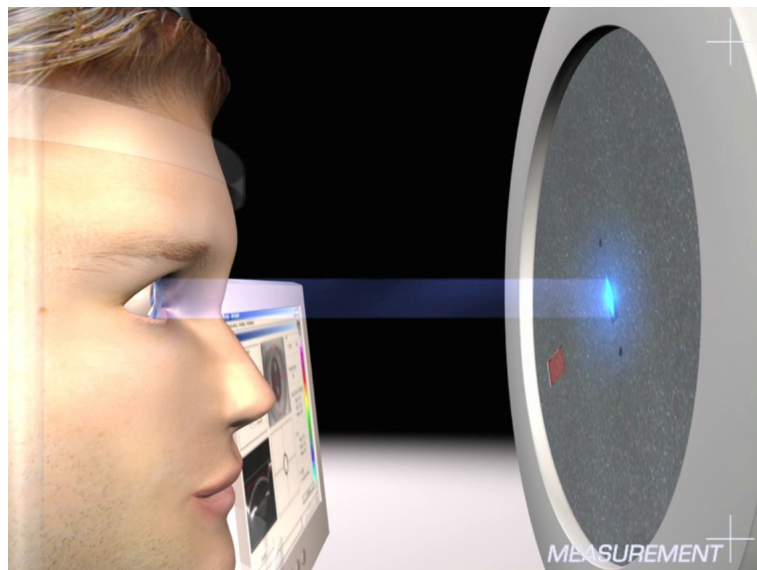

Fig.10: Spaltlicht auf der Hornhaut
3. Schauen Sie von der Seite auf das zu untersuchende Auge des Patienten und überzeugen Sie sich davon, dass das blaue Spaltlicht die Hornhaut beleuchtet (siehe Abb. 10, Seite 32).